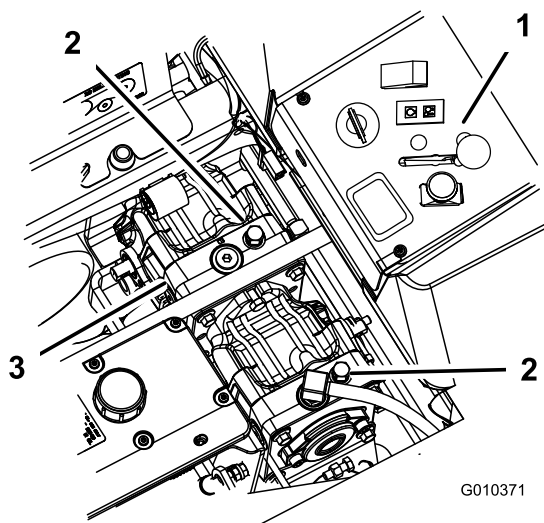

Bild 31
2. Drehen Sie die Sicherheitsventile um eine Drehung nach links. So kann Hydrauliköl an der Pumpe vorbeifließen und die Räder können sich drehen (Bild 31).
Drehen Sie zum Betrieb der Maschine die Sicherheitsventile eine ganze Umdrehung nach rechts (Bild 31).